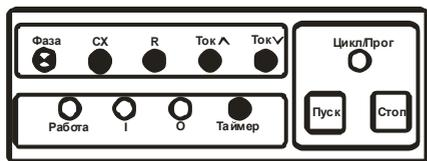

Рис. 12
6.19.2 Для управления уровнем воды в водонапорной башне с помощью электроконтактного манометра, подключение его нужно выполнить так, как указано на рисунке 13. Положение контактов ЭКМ показано при малом давлении. В первой странице параметры сигналы «I» и «O» программируются в соответствии с п.п. 6.3.3 и 6.3.5 (рис.12):